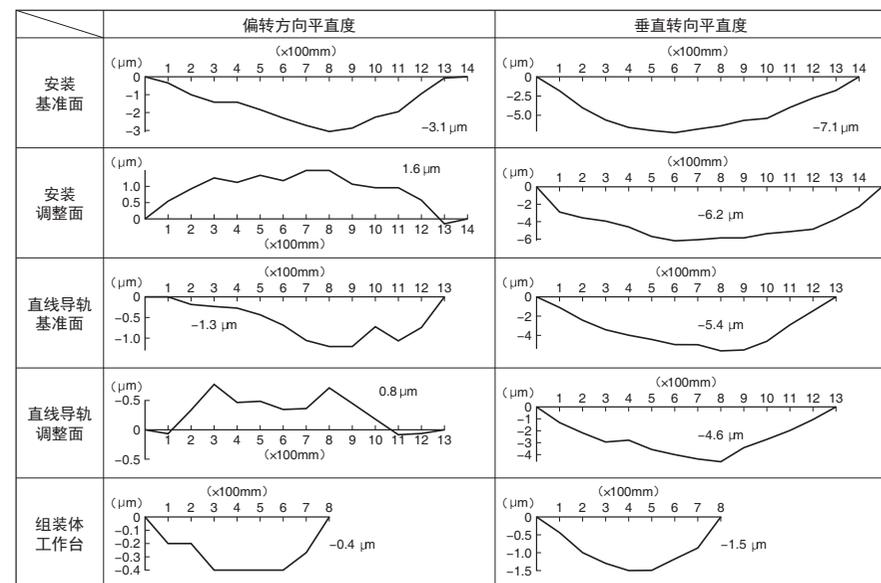

图 10.9 采用直线导轨的工作台平直度
• 图 10.9 所示的是使用 NSK 直线导轨时工作台平直度的实测示例。在该示例中，工作台平直度约为安装面平直度的 1/5。